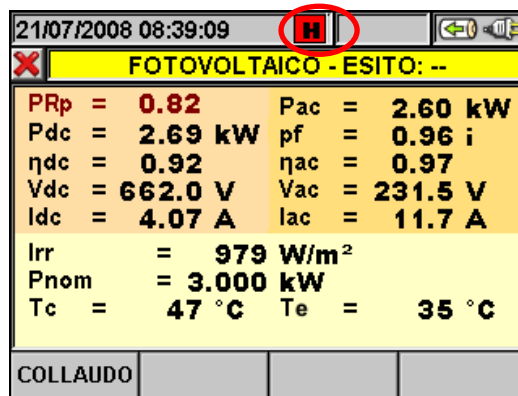

Fig. 4: Attivazione funzione HOLD a display
- ✓ **HOLD**: Funzione che blocca/sblocca l'aggiornamento in tempo reale dei valori in tutte le videate anche durante una registrazione in corso. Il simbolo "H" appare a display ad ogni pressione, come mostrato in Fig. 4: